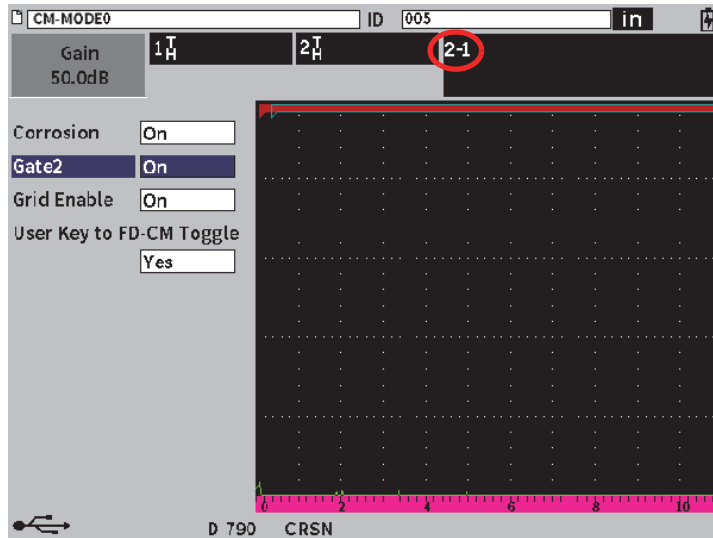

Figura 11-41 Cuadro de diálogo de Corrosión
1. En el módulo de corrosión (, dentro del cuadro de diálogo **Corrosion**, determine la **Puert2 a Act** (vea la Figura 11-41 en la página 232).